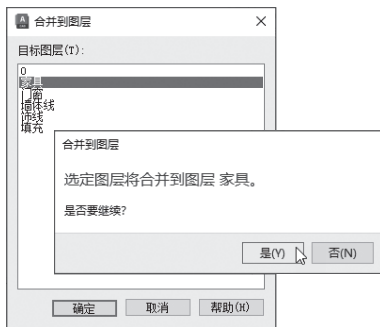

图 2-61
**步骤 04** 打开“合并到图层”对话框，从“目标图层”列表中选择“家具”图层，单击“确定”按钮，系统会打开“合并到图层”提示框，单击“是”按钮，如图2-61所示。